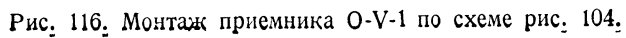

Рис. 116. Монтаж приемника О-V-1 по схеме рис. 104.
На рис. 116 дана монтажная схема приемника O-V-1. Это наш уже описанный регенератор с добавлением одного каскада н. ч. на трансформаторе. Такой приемник немного дороже простого регенератора, зато он позволяет получить громкий прием хорошо слышимых (мощных и близких) станций. Дальние и слабо слышимые станции можно принимать на телефон с большей легкостью, чем на одноламповый регенератор. Питать его немногим «тяжелее», чем одноламповый регенератор (тогда как, например, для VO--2 требуются уже более мощные батареи накала, особенно если применить окончную мощную лампу; при мощной лампе желательно иметь и мощную батарею большей емкости для накала и большего напряжения для анода).
7. 2 ламповых панельки. В случае отсутствия указанного на рис. 116 типа можно приспособить любые имеющиеся.